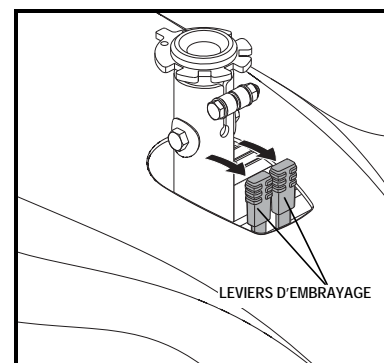

Figure 8. Mode de traction (embrayé)
2. Poussez les deux leviers vers l'avant en les éloignant du mât de siège pour embrayer les moteurs (embrayé). **Voir la figure 8.**
2. Assurez-vous que le fauteuil est bien embrayé. **Voir la figure 8.**